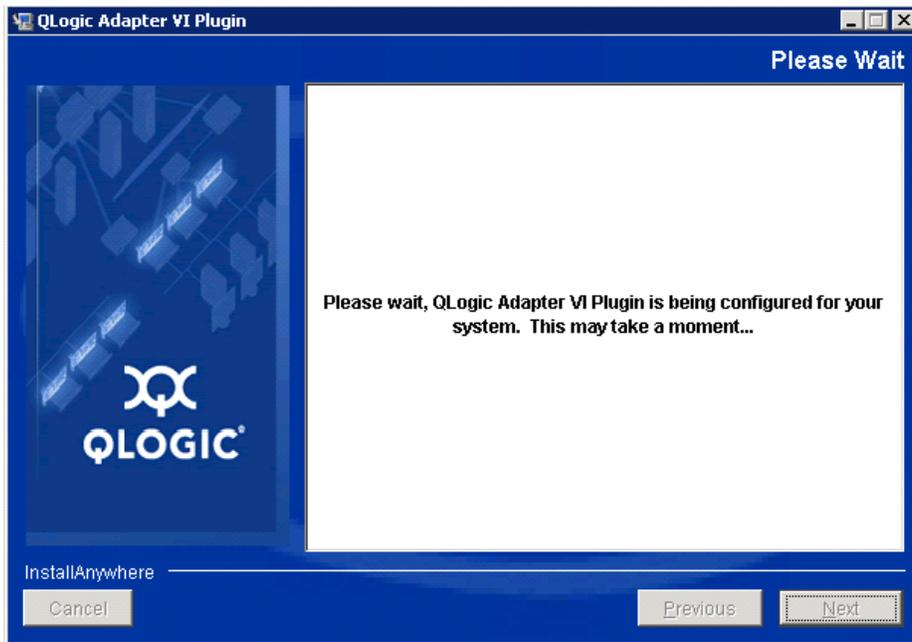

Figure 2-11. Configuration de QConvergeConsole VMware vCenter Server Plug-in
5. Attendez que l'Assistant configure le plug-in (voir Figure 2-11).